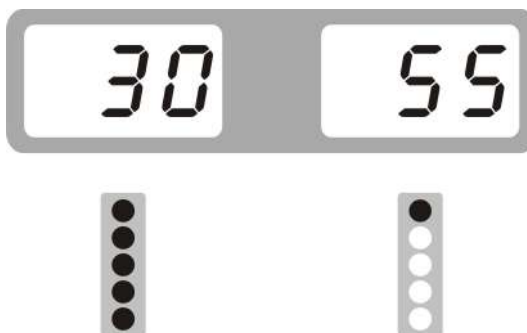

Рис.11
3.3 Медленно вращайте шину против часовой стрелки вручную до тех пор, пока не загорятся все индикаторы с внутренней стороны, в точке 12 часов находится точка дисбаланса плоскости выравнивания. Плоскости выравнивания баланса такие, как показано на рисунках ниже. Приклейте соответствующий балансировочный груз на внутреннюю сторону обода колеса. См. рис.11